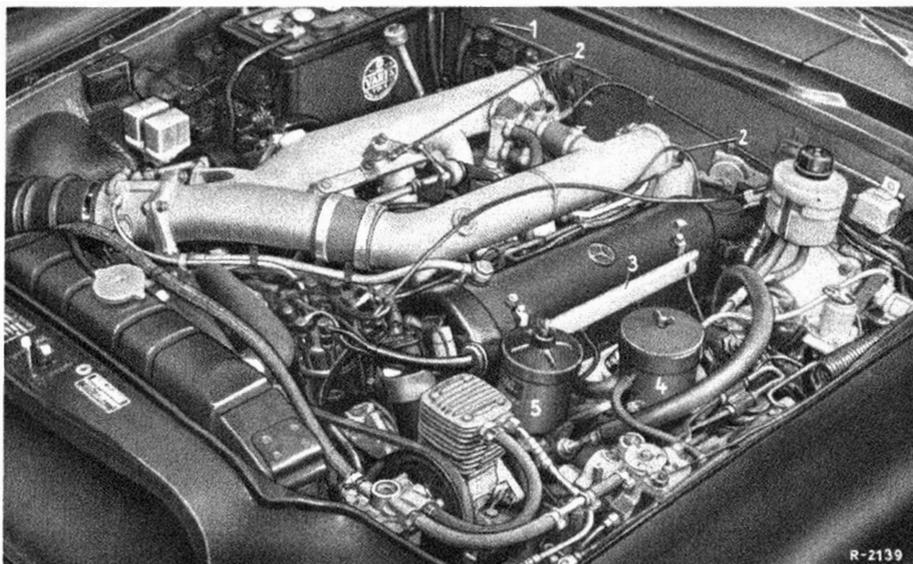

Bild 00-1/1
am rechten Zylinderkopf je mit einem Stopfen zu verschließen (Pfeil in Bild 00-1/2).
4. Ölbehälter der Servolenkung (5) und der Komforthydraulik (4) mit einer Spritze entleeren (Bild 00-1/1).
**Öldruckschlauch für Anzeigergerät am linken Zylinderkopf (25) abschließen** (Bild 00-1/2).
7. Um Beschädigungen beim Motorabbau zu vermeiden, **Relais mit Halter** (1) an der Stirnwand